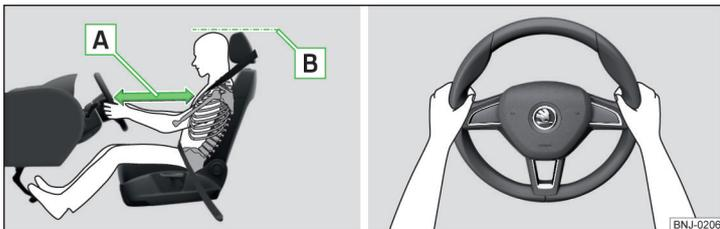

Fig. 2 Posición de asiento correcta del conductor / Posición correcta del volante
- ✓ Ajustar el volante de tal modo, que la distancia **A** entre el volante y el esternón sea, como mínimo, de 25 cm » fig. 2.
- ✓ Ajustar el reposacabezas de tal modo, que el borde superior del mismo se encuentre dentro de lo posible a la misma altura que la parte superior de su cabeza **B** » fig. 2 (no es válido para asientos con reposacabezas integrados).
- Durante la conducción, sujete el volante con ambas manos por el borde exterior de los lados en las posiciones de las "9" y "3" horas » fig. 2. No sujete nunca el volante en la posición de las "12 horas" o de cualquier otro modo (p. ej., en el centro, en el borde interior del volante, etc.). Al activarse el airbag del conductor se pueden sufrir lesiones graves en los brazos, las manos y la cabeza.
- ✓ Ajustar el reposacabezas de tal modo, que el borde superior del mismo se encuentre dentro de lo posible a la misma altura que la parte superior de su cabeza **B** » fig. 2 de la pág. 9 (no es válido para asientos con reposacabezas integrados).
- ✓ Ajustar el reposacabezas de tal modo, que el borde superior del mismo se encuentre de ser posible a la misma altura que la parte superior de la cabeza **B** » fig. 2 de la pág. 9.